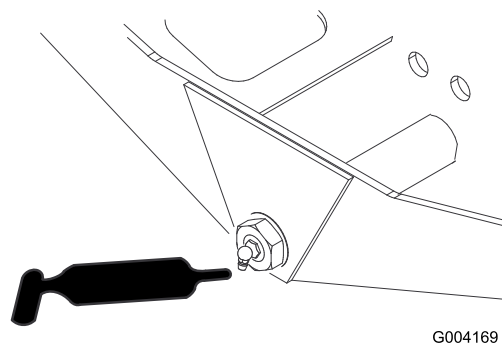

Figura 52
- Perno sterzante del ponte (1) (Figura 52)